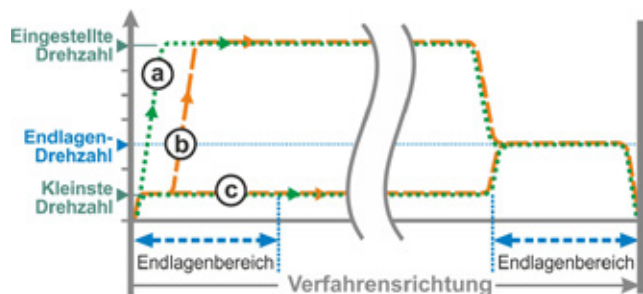

Abb. 2: Endlagen-Drehzahl ‚Schnell-Start‘
- Bei **wegabhängiger** Abschaltung wird sofort in die eingestellte Drehzahl geschaltet, um eine möglichst kurze Laufzeit zu erreichen. Siehe auch Abb. 2, Kurve a.